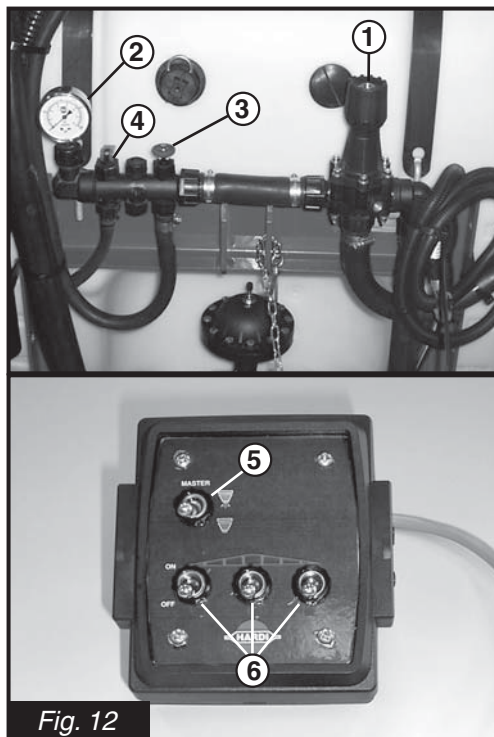
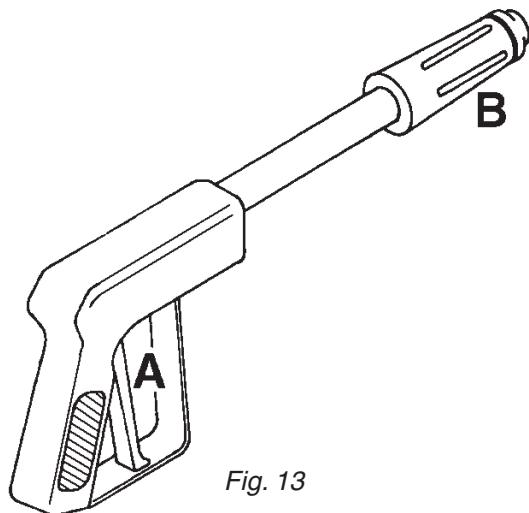

Fig. 12
Fig. 13
3. Pivotez la soupape de contrôle de pression **1** (Fig. 12) dans le sens contraire des aiguilles d'une montre pour l'ouvrir complètement.
4. Placez l'interrupteur maître de marche / arrêt de la rampe **5** et les interrupteurs de rampe individuels **6** à la position « En marche ». Réglez la soupape du pistolet de pulvérisation **4** (Fig. 12) à la position « Arrêt ».
6. Augmentez la pression en pivotant la soupape de contrôle de la pression **1**, dans le sens des aiguilles d'une montre (Fig. 12). Réglez la pression jusqu'à ce que la jauge de pression **2** (Fig. 12) ait atteint la pression désirée (pivotez la soupape de contrôle de la pression dans le sens contraire des aiguilles d'une montre pour réduire la pression).
- Placez la soupape du pistolet de pulvérisation **4** (Fig. 12) à la position « En marche » et l'interrupteur maître En marche / arrêt de la rampe **5** (Fig. 12) à la position « Arrêt ».
- Appuyez ensuite sur la poignée rouge **A** (Fig. 13) pour pulvériser le liquide hors du pistolet de pulvérisation. Vérifiez la pression sur la jauge de pression **2** (Fig. 12) du système et complétez l'étape **6** pour le réglage.
- Pour régler le mode de pulvérisation, pivotez la poignée noire **B** (Fig. 13) vers L'EXTÉRIEUR pour un jet de pulvérisation étroit sur des distances longues et vers L'INTÉRIEUR pour un mode de pulvérisation plus large et une meilleure couverture à des distances plus rapprochées.
Pivotez la soupape d'agitation **3** (Fig. 12) dans le sens des aiguilles d'une montre pour réduire le débit d'agitation. Pivotez la soupape dans le sens contraire des aiguilles d'une montre pour augmenter le débit d'agitation.